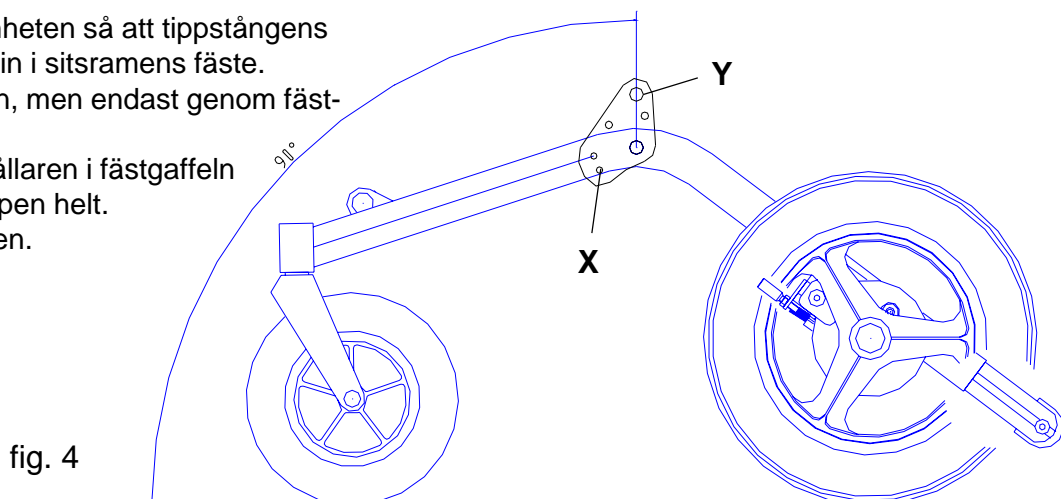

fig. 4
- Justera adaptorn enl. fig. 4 så att hålet, diam. 10, står rakt ovanför fästpunkten i hjulramen. Det övre hålet på diam. 6 mm ska då vara mitt på hjulramens sidorör.
- Montera skruven (4), brickan (5) och låsmuttern (6).
7. I vissa fall kan även adaptorn monteras med monteringshållet för sitsenheten, Y fig.4, förskjuten bakåt, (c:a 2 cm).